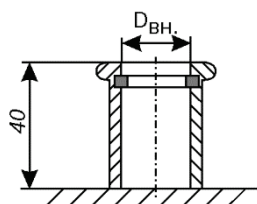

Рис. 48. Окончание вакуумной, канализационной магистралей
Вакуумная магистраль в зависимости от вакуумного агрегата и количества стоматологических установок должна быть выполнена из труб $D = 32$ (40, 50) мм, заканчивающихся муфтой с $D_{вн.} = 32$ (40) мм, (см. рис. 48 и инструкцию на соответствующий вакуумный агрегат).
Канализационная магистраль должна быть выполнена из труб $D=40$ (50) мм, заканчивающихся муфтой с $D_{вн.}=40$ (50) мм (см. рис. 48).